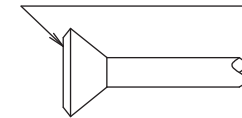

Fig. 13
- Lorsque vous raccordez l'écrou évasé, enduisez l'évasement (à l'intérieur et à l'extérieur) d'huile éthylique ou d'huile acétique, faites-le tout d'abord tourner trois ou quatre fois, puis serrez-le. **(Reportez-vous à la Fig. 13)**